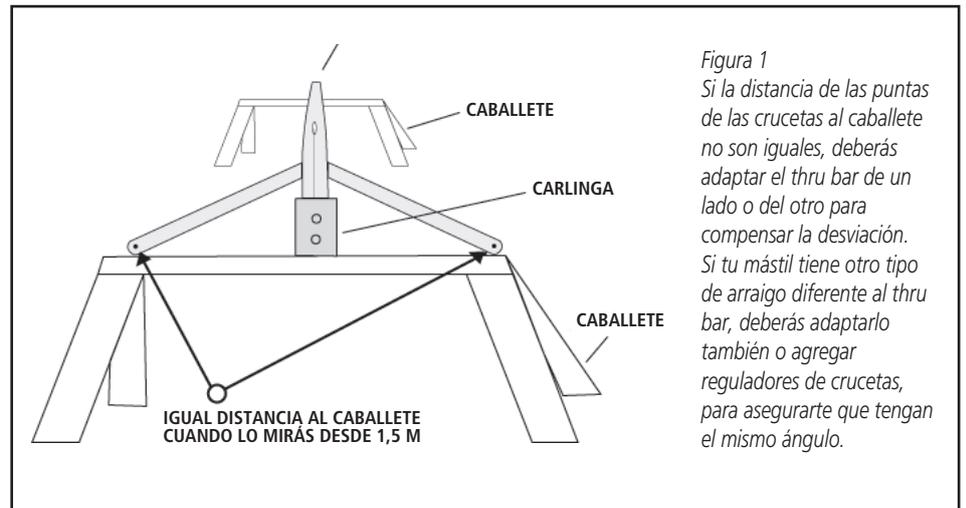

Figura 1
- Verificar que la carlinga y el cabo finito atado entre los dos obenques, estén paralelos. (Ver figura 1)